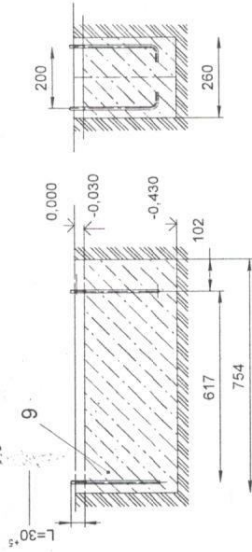

Рис.2
- установить в приямок болты анкерные (поз.9) по размерам на рис.2. Произвести заливку приямка бетоном.Поверхность бетона выровнять горизонтально по уровню.